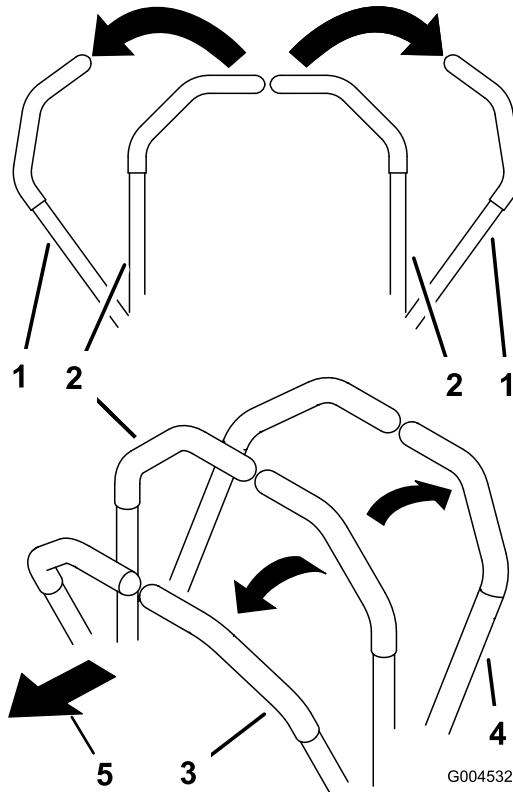

Figure 18
1. Mettez les leviers de commande de déplacement (Figure 18) en position de verrouillage au point mort.
- Pour vous déplacer en ligne droite en marche avant, poussez doucement les leviers de commande de déplacement vers l'avant (Figure 18).
- Pour vous déplacer en ligne droite en marche arrière, tirez doucement les leviers en arrière (Figure 18).
- Pour tourner, ralentissez la machine en tirant les deux leviers en arrière puis poussez en avant le levier du côté opposé à celui que vous voulez prendre (Figure 18).